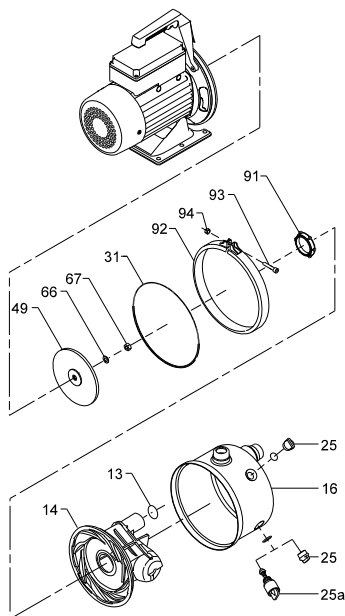

Fig. 6 Despiece de la bomba de chorro
Los números de posición mencionados en las siguientes secciones hacen referencia a la fig. 6.
En los pedidos de piezas de recambio, indique el número de la posición mostrado en la fig. 6 y los datos de la bomba indicados en la placa de características.
**Nota** Es posible que la bomba ilustrada en la fig. 6 difiera de la versión real de la bomba.